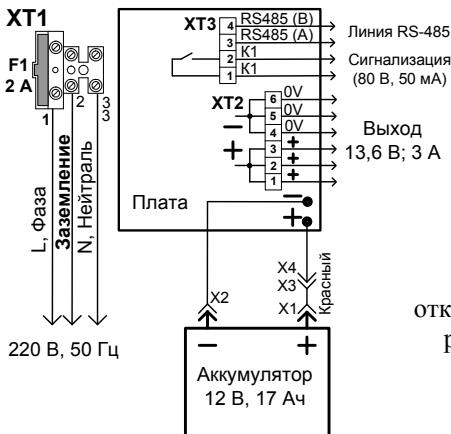

Рис. 3. Схема подключения
При подключении внешнего питающего напряжения 220 В к сетевой колодке ХТ1 необходимо соблюдать правильность подключения проводов «фаза», «нейтраль» и «заземление». Подключение цепей к РИП производить в соответствии с рис. 3. Схема подключения расположена на внутренней стороне корпушки РИП.
2.3.1 Проверить правильность произведённого монтажа в соответствии со схемой подключения РИП (рис. 3).